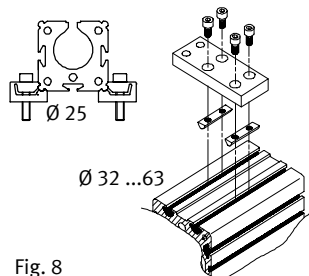

Fig. 8
1. Positionner les fixations pour profilé sur le DGPI(L)-... selon la Fig. 8.